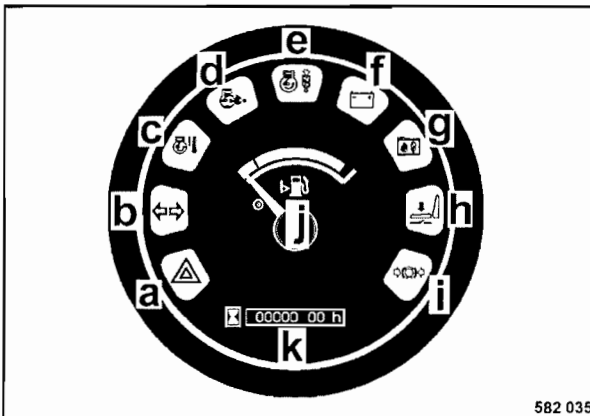

Fig. 57
- Comprobar el nivel del combustible por la indicación de nivel de combustible "j" (Fig. 57).